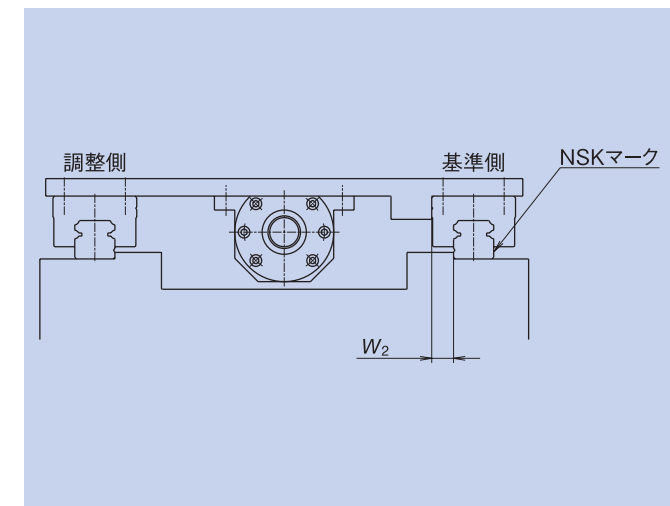

図 10 最も多く用いられる基準のとり方
- ・基準側リニアガイドのレールを機台のレール、及びスライダ取付面に押し当てて取り付ける場合は、組み付けられている数個のスライダ取付基準面とレール取付基準面の間の寸法(組立幅寸法)W2、またはW3の相互差を小さくする必要があり、精度規格として定めています。(図10、11)